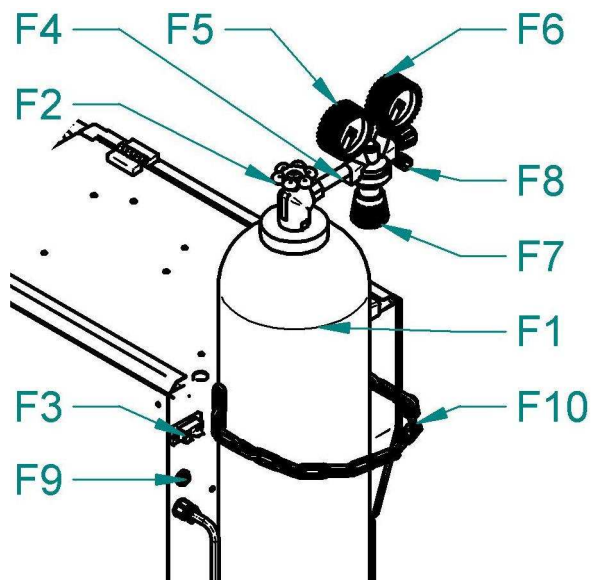

Abb. 10 - Einstellen des Gasflusses
- Stecken Sie den Gasschlauch auf den Anschluss an der Maschine (Abb. 10, Pos. F9).
- Drehen Sie an der Stellschraube (Abb.10. Pos.F7) an der unteren Seite des Reduktionsventiles solange bis der Strömungsmesser (Abb. 10, Pos. F6) die gewünschte Durchströmung anzeigt. Jetzt können Sie den Knopf wieder loslassen. Der optimale Durchströmungswert ist 10-15l/Min.